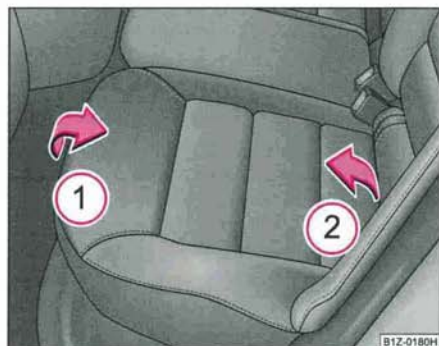

Fig. 68 Rabattre les banquettes arrière
- Tirer la banquette arrière vers le haut dans le sens de la flèche ① ⇒ page 92, fig. 68 et la rabattre vers l'avant dans le sens de la flèche ②.